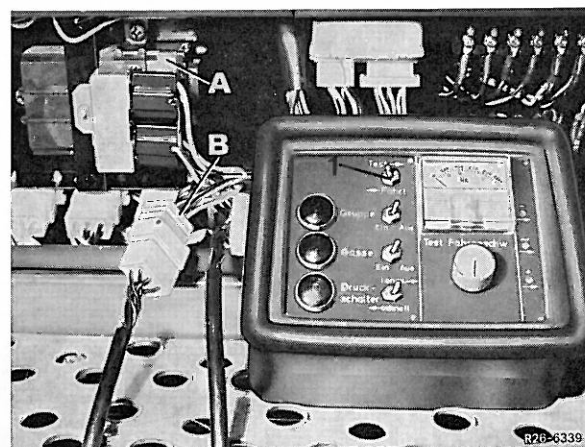

Bild 10
- 2 Steckverbindung (B) vom elektronischen Drehzahlmesser (A) abziehen, Prüfgerät, Swkg. 363 589 00 21 00 an die Steckverbindung (B) anschließen und Kippschalter (1) auf Fahrt schalten (Bild 10).